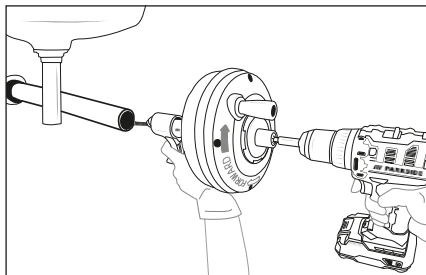

Fig. 3
- 8) Kontrollér, om produktet kan holdes med en afstand på højst 10 cm til afløbsåbningen. Hvis afstanden til afløbsåbningen er større, øges risikoen for, at spiralen ⑧ vrides eller knækker. Hvis afstanden er større, skal afløbsåbningen forlænges med rør og tilslutninger af samme størrelse, så produktet maksimalt kan anbringes 10 cm foran afløbsåbningen (se fig. 3). Hvis spiralen ⑧ ikke støttes rigtigt, kan den knække, vrides og beskadiges, eller betjeningspersonen kan kvæstes.
- ▶ Overhold betjeningsanvisningerne for at reducere faren for tilskadecomst på grund af elektrisk stød, drejet eller ødelagt spiral ⑧, svirpende spiralender, produktet der vælter, kvæstelser på grund af kemikalier, infektioner og andre årsager.
- 7) Drej tromlen **2** i urets retning (kan ses på pilen på bagsiden af tromlen **2**, se fig. 3), og tryk på udløseren **6**. Ved aktivering af udløseren **6** føres spiralen **8** ind i afløbet. Du kan også skubbe spiralen **8** hurtigt frem og trække den tilbage ved at tage den manuelt ud af tromlen **2** eller skubbe den ind.
- 9) Hvis spiralen ❸ blokerer eller sætter sig fast, må du ikke dreje tromlen ❷ længere. Hvis du drejer tromlen ❷ længere frem, kan spiralen ❸ vrides og knække. Muligvis er det nødvendigt at fjerne spiralen ❸ fra tilstopningen ved at dreje tromlen ❷ tilbage. I nogle tilfælde er det muligt at tage spiralen ❸ med tilstopningen manuelt ud af afløbet. Sørg så for, at du ikke beskadiger spiralen ❸. Fjern tilstopningen fra spiralen ❸, og sæt spiralen ❸ tilbage i tromlen ❷. Fortsæt med at rense afløbet som beskrevet ovenfor.
- 11) Fortsæt med rensning af afløbet. Vær opmærksom på, hvor langt spiralen ❸ føres ind i afløbet. Sæt ikke spiralen ❸ for langt ind i et stort afløb. Derved kan spiralen ❸ danne knuder eller være årsag til skader.
- 12) Drej tromlen ❷ mod uret, så snart afløbet er renset. Tryk hertil på udløseren ❻ for at trække spiralen ❸ ind. Vær forsigtig, da spiralen ❸ kan sætte sig fast ved indtrækning.
- 13) Slip udløseren ❻, og lad være med at dreje tromlen ❷ mere, når enden af spiralen ❸ nærmer sig afløbsåbningen. Tag ikke enden af spiralen ❸ ud af afløbet, mens den roterer. Den svirpende ende af spiralen ❸ kan forårsage alvorlige kvæstelser.
- 15) Tag resten af spiralen ❸ ud af afløbet med hånden, og sæt spiralen ❸ tilbage i tromlen ❷.